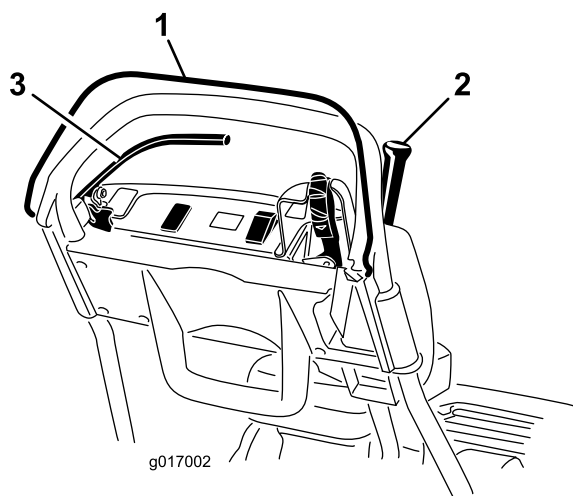

Figura 27
3. Tentate di innestare la leva della trazione con l'OPC rilasciato (Figura 27). La leva della trazione non deve innestarsi. Se la leva della trazione si innesta, il sistema di sicurezza deve essere revisionato. Rettificate il problema prima di utilizzare il tosaerba. Vedere Revisione del microinterruttore di sicurezza.
4. Tenete premuto l'OPC e la leva della trazione innestata per rilasciare l'OPC stesso (Figura 27). La leva della trazione deve disinnestarsi. Se la leva della trazione non si disinnesta, il sistema di sicurezza deve essere revisionato. Rettificate il problema prima di utilizzare il tosaerba. Fate riferimento a Revisione del microinterruttore di sicurezza o Regolazione del comando della trazione.
5. Tenete premuto l'OPC e la leva del cambio spostata a sinistra per innestare il comando della trazione e del cilindro e rilasciare l'OPC (Figura 27). La leva della trazione deve disinnestarsi. Se la leva della trazione non si disinnesta, il sistema di sicurezza deve essere revisionato. Rettificate il problema prima di utilizzare il tosaerba. Fate riferimento a Revisione del microinterruttore di sicurezza, Regolazione del comando della trazione o Regolazione del comando del cilindro.
6. Tenete premuto l'OPC e la leva del cambio spostata a sinistra per innestare il comando della trazione e del cilindro, spostate la leva del cambio a destra per disinnestare il comando del cilindro (Figura 27). Il comando del cilindro deve disinnestarsi. Se la leva della trazione non si disinnesta, il sistema di sicurezza deve essere revisionato. Rettificate il problema prima di utilizzare il tosaerba. Vedere Regolazione del comando del cilindro.
2. Tenete premuto l'OPC, la leva della trazione innestata e i comandi del motore in posizione di avviamento (Figura 27). Cercate di avviare il motore. Il motore non deve avviarsi. Se dovesse avviarsi, occorre fare revisionare il microinterruttore di sicurezza. Rettificate il problema prima di utilizzare il tosaerba. Vedere Revisione del microinterruttore di sicurezza.
2. Tenete la leva della trazione disinnestata, il freno di servizio inserito e i comandi del motore in posizione di avviamento (Figura 27). Cercate di avviare il motore. Il motore deve avviarsi. Se non dovesse avviarsi, occorre fare revisionare il microinterruttore di sicurezza. Rettificate il problema prima di utilizzare il tosaerba. Vedere Revisione del microinterruttore di sicurezza.
3. Con il motore acceso, innestate il freno di servizio (non il freno di stazionamento), premete l'OPC e inserite la leva della trazione (Figura 27). Il motore dovrà funzionare senza essere compromesso dal freno, ma senza spegnersi. Se dovesse spegnersi immediatamente, occorre fare revisionare il microinterruttore di sicurezza. Rettificate il problema prima di utilizzare il tosaerba. Vedere Revisione del microinterruttore di sicurezza.
4. Con il motore acceso, innestate il fermo del freno di stazionamento, premete l'OPC e inserite la leva della trazione (Figura 27). Il motore deve spegnersi. Se non dovesse spegnersi, occorre fare revisionare il microinterruttore di sicurezza. Rettificate il problema prima di utilizzare il tosaerba. Vedere Revisione del microinterruttore di sicurezza.